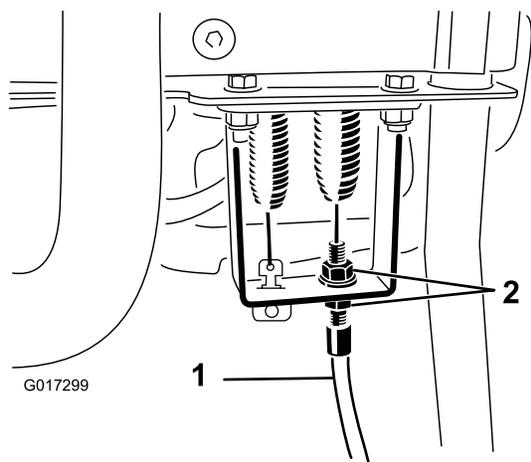

図 47
4. コントロールハンドルのバルクヘッド部で、リールコントロールケーブルをゆるめてケーブルにたるみを持たせる図47。